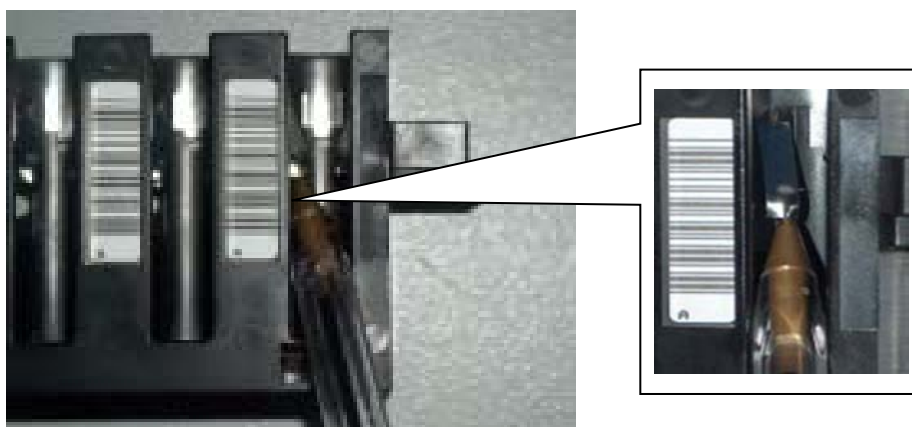

Рисунок 9.3-1. Регулировка фиксатора внутри разъема
1. Возьмите шариковую ручку, вставьте ее кончик под фиксатор металлической пластины внутри разъема, как показано на Рис. 9.3-1; затем осторожно приподнимите ее.